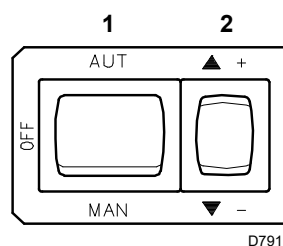
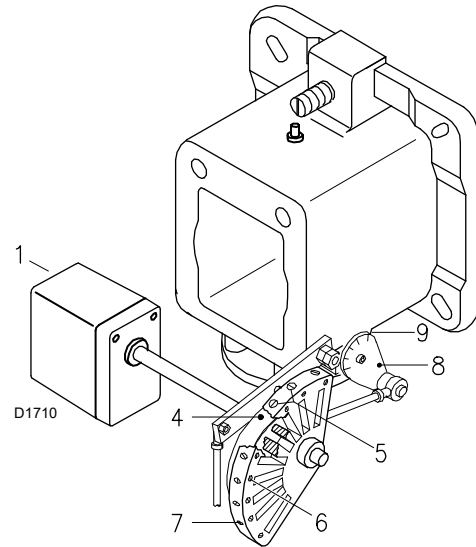
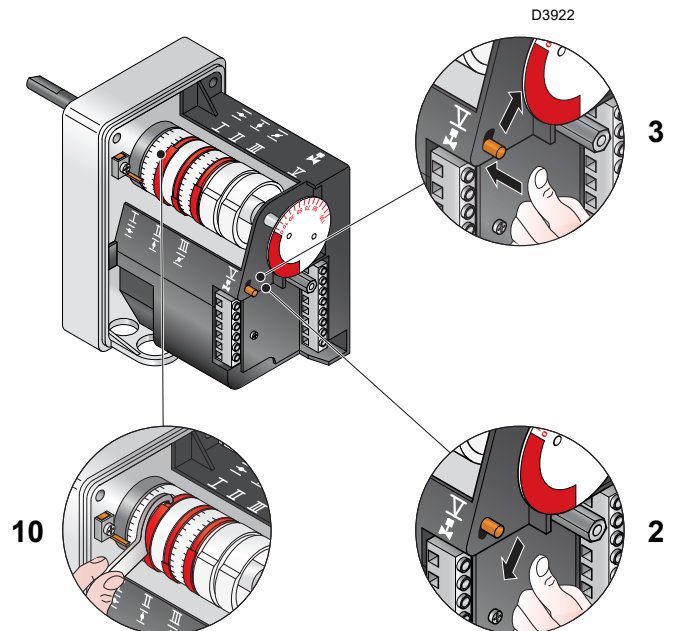

Fig. 27
Fig. 28
Fig. 29
Presionar ahora el pulsador 2)(Fig. 27) "aumento de potencia" y mantenerlo presionado hasta que el servomotor abra el registro del aire y la válvula de mariposa del gas.
Variar en progresión el perfil final de la leva 4)(Fig. 28 en pág. 30) utilizando los tornillos 7).
Presionar el pulsador 2)(Fig. 28 en pág. 30) "disminución de potencia" y mantenerlo presionado hasta que el servomotor cierre el registro del aire y la válvula de mariposa del gas a: 30° para los quemadores RS 160/M BLU (regulación de fábrica); 65° para los quemadores RS 200/M BLU (regulación de fábrica).
- Si es necesario aumentarlo, presionar levemente el pulsador "aumento de potencia" 2)(Fig. 27) (abrir 10-15° la válvula de
Variar en progresión el perfil inicial de la leva 4) utilizando los tornillos 5)(Fig. 28).
Leyenda (Fig. 28 - Fig. 29)
Presionar un poco el pulsador 2)(Fig. 29) “aumento de potencia” para que el servomotor gire aproximadamente 15°. Regular los tornillos hasta obtener una combustión óptima. Proceder del mismo modo con los demás tornillos.
Apagar el quemador mediante el interruptor 1)(Fig. 27), posición OFF, desbloquear la leva 4)(Fig. 28) del servomotor presionando y desplazando hacia la derecha el pulsador 3)(Fig. 29), y comprobar varias veces que el movimiento sea suave y sin obstrucciones, haciendo girar con la mano la leva 4)(Fig. 28) hacia adelante y hacia atrás.
Fijar nuevamente la leva 4)(Fig. 28) al servomotor desplazando hacia la izquierda el pulsador 2)(Fig. 29).
Terminada la regulación, fijar la misma mediante los tornillos 6) (Fig. 28).